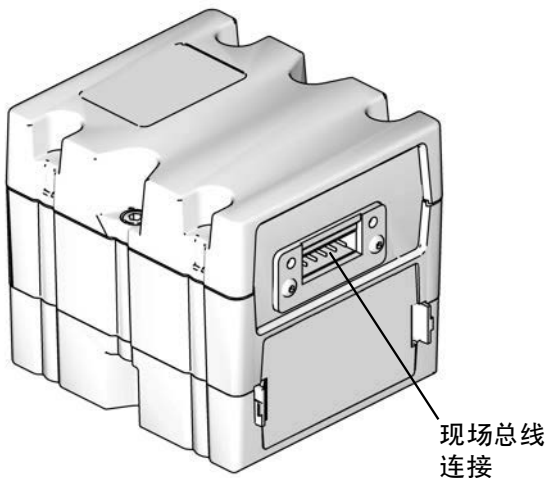

图 24: CGM 现场总线连接
11. 如适用，将以太网、设备网或 PROFIBUS 电缆连接至 CGM 的现场总线接头。参见图 24。